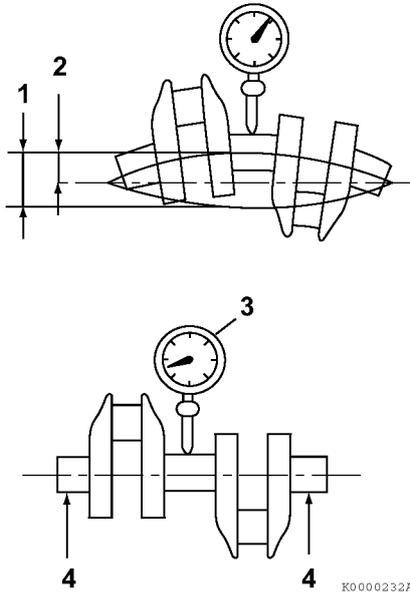

Figure 6-82
1. Placez les tourillons d'extrémité de vilebrequin (4, **Figure 6-82**) sur les blocs en V.
2. Placez le comparateur à cadran (3, **Figure 6-82**) sur une surface centrale du palier principal.